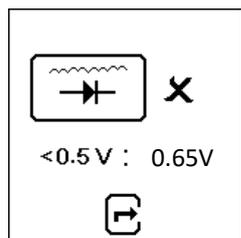

Fig.56
13. Se la tensione di ripple è superiore a 0,5V, viene visualizzata come indicato di seguito (Fig.56):